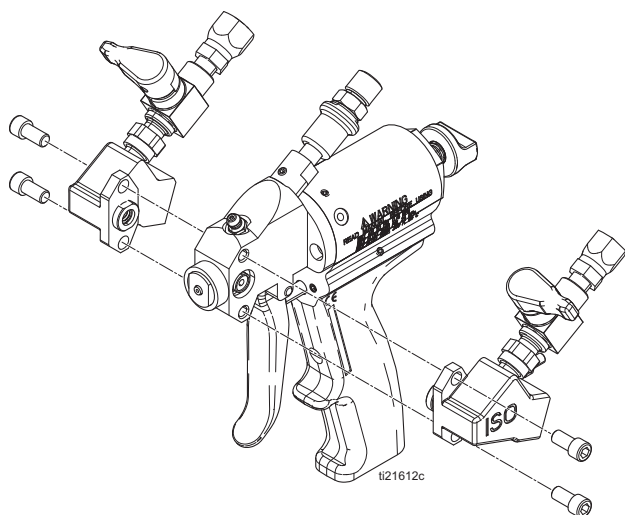

FIG. 11 Montering av sidoblock
3. Kontrollera att kolvsäkerhetsspärren (67) har dragits åt och är helt ingängad i pistolen.
4. Ta bort sidblocken genom att ta bort skruvarna. Se FIG. 11 på sidan 18.
5. Ta bort ett av sidblockets tätningshus (17) från sidblocket. Lämna tätningen (30) i huset och skölj med lämpligt lösningsmedel.